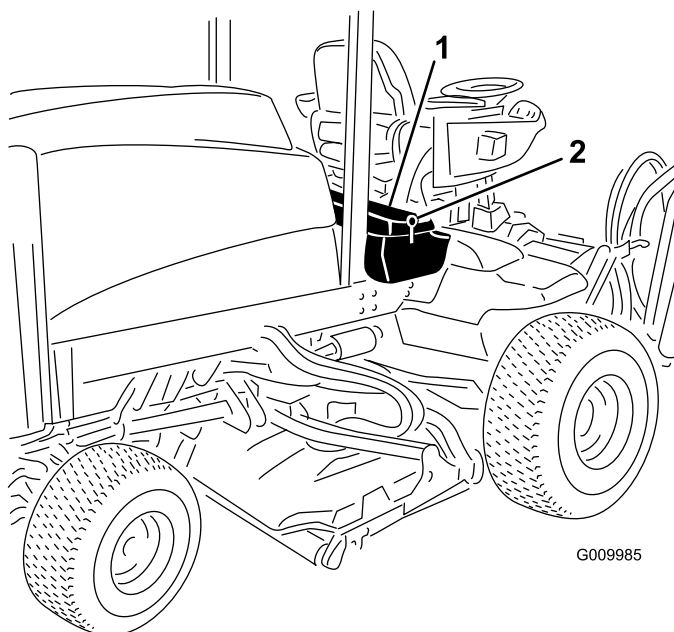

Figura 32
1. Sbloccate e sollevate il pannello comandi dell'operatore (Figura 32).